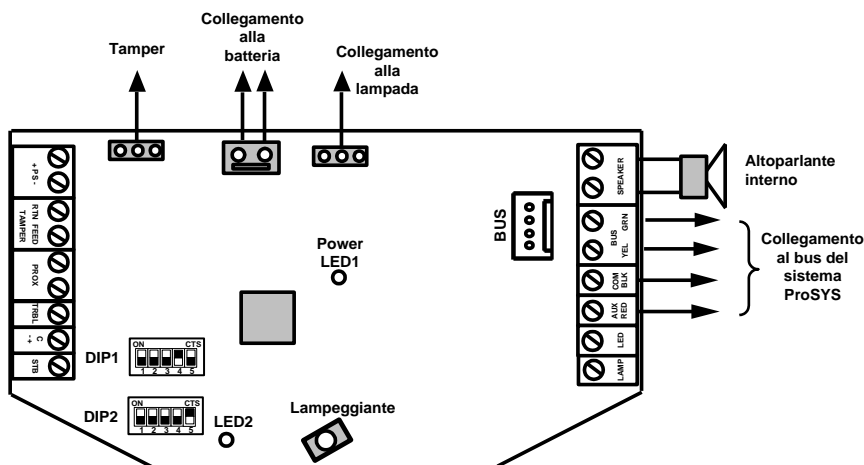

Figura 3-14: Cablaggio della sirena ProSound su BUS
1. Collegare la sirena come illustrato in Figura 3-14.